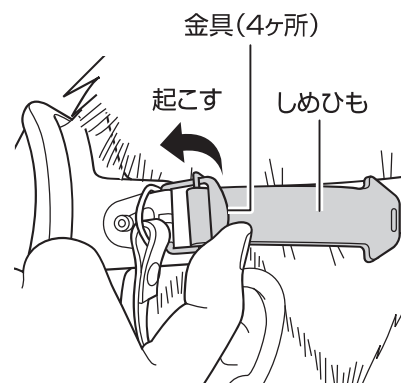

図 38 面体を外す
- 面体のしめひもをゆるめる場合、親指の腹で金具を起こすとゆるみます。(図 38 参照)